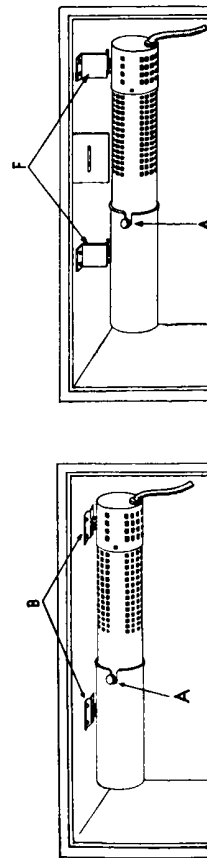

Abb. 2 D 57 mit Wechselrichter
Bei den Geräten D 57 und D 58 wird der auseinandergezogene Wechselrichter in den hierfür vorgesehenen Bügel B bzw. F (siehe Abb. 2 und 2 a) eingehängt. (Sofern Bügel am Gehäusedeckel nicht vorhanden, können dieselben in unserem nächsten Auslieferungslager kostenlos angefordert werden.) Dann ineinanderschieben und, wie oben beschrieben, mit den Kordelschrauben (A) befestigen.
Abb. 2 a D 58 mit Wechselrichter